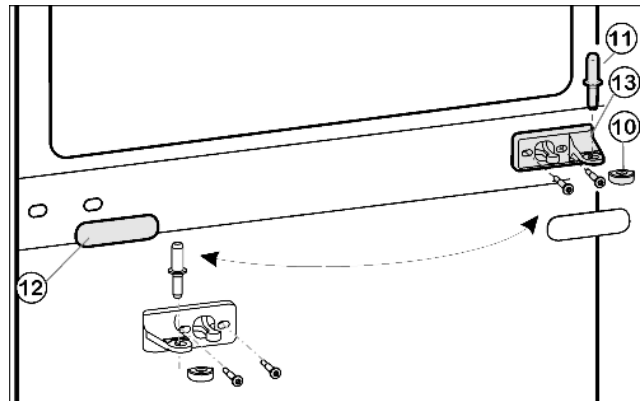
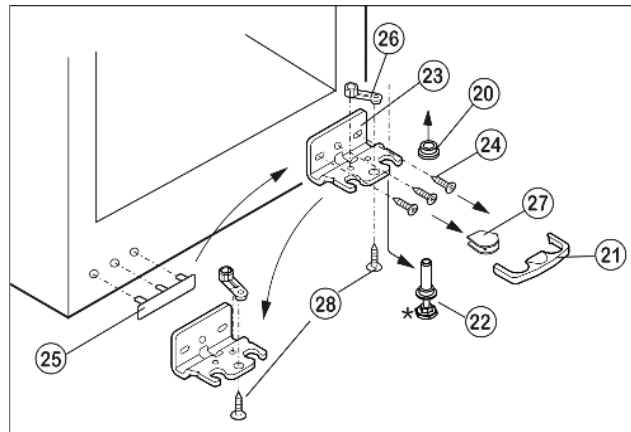

Fig. 5
Fig. 6
- ▶ Вытащите из опорного кронштейна и нижней дверцы средний опорный палец Fig. 5 (11).
- ▶ Пластмассовый колпачок Fig. 5 (10) снимите.
- ▶ Снимите средний опорный кронштейн Fig. 5 (13).
- ▶ Осторожно снимите накладку Fig. 5 (12).
- ▶ Прикрутите средний опорный кронштейн Fig. 5 (13) с поворотом на 180° на новую сторону шарнира (с моментом 4 Нм).
- ▶ Защелкните накладку Fig. 5 (12), повернув на 180°, на стороне, где теперь будет ручка.
- ▶ Предохранитель Fig. 6 (21) снимите движением вперед.
- ▶ Снимите крышку Fig. 6 (27).\*
- ▶ Вытяните опорный палец Fig. 6 (22) вниз и вперед. При этом следите за гнездом шарнира Fig. 6 (20).
- ▶ Открутите опорный кронштейн Fig. 6 (23)(3 шт. Торх 25) Fig. 6 (24).
- ▶ Открутите опорную деталь Fig. 6 (26)(1 Торх 25) Fig. 6 (28) и, переставив в отверстие на противоположной стороне опорного кронштейна, снова прикрутите.
- ▶ Осторожно приподнимите и переставьте крышку Fig. 6 (25) со стороны ручки.
- ▶ Снова прикрутите опорный кронштейн Fig. 6 (23) на новой стороне шарнира (с моментом 4 Нм). При необходимости используйте аккумуляторный шуруповерт.
- ▶ Установите крышку Fig. 6 (27) на противоположной стороне.\*
- ▶ Предохранитель (21) нужно зафиксировать сбоку на кронштейне, чтобы опорный палец и двери были защищены от выпадения.
- ▶ Снова защелкните предохранитель (21) на опорном кронштейне.
- ▶ Наденьте гнездо шарнира Fig. 6 (20).
- ▶ Установите нижнюю дверцу сверху на нижний опорный палец Fig. 6 (22).
- ▶ Снова наденьте пластмассовый колпачок Fig. 5 (10) на средний опорный кронштейн Fig. 5 (13).
- ▶ Вставьте средний опорный палец Fig. 5 (11) на новой стороне шарнира через средний опорный кронштейн Fig. 5 (13) в нижнюю дверцу.
- ▶ Установите верхнюю дверцу на средний опорный палец Fig. 5 (11).
- ▶ При необходимости выровняйте дверцы через два продольных паза в нижнем опорном кронштейне Fig. 6 (23) и среднем опорном кронштейне Fig. 5 (13) параллельно корпусу устройства. Для этого выкрутите средний винт на нижнем опорном кронштейне Fig. 6 (23).